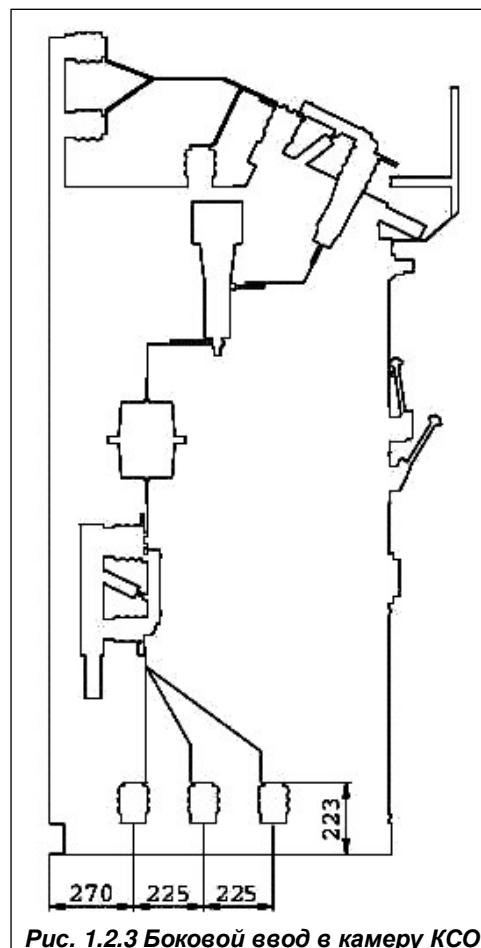

Рис. 1.2.3 Боковой ввод в камеру КСО
- с нижним переходом (боковым или задним, рис. 1.2.3 и 1.2.4) - применяются для организации перехода секционный выключатель - секционный разъединитель и выходов в соседнее помещение распредустройства.